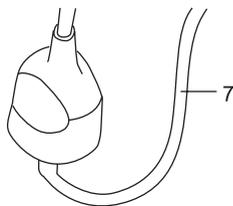

Fig. 22
3. Branchez le câble d'alimentation (7) sur la prise de la rallonge. (Fig. 22)